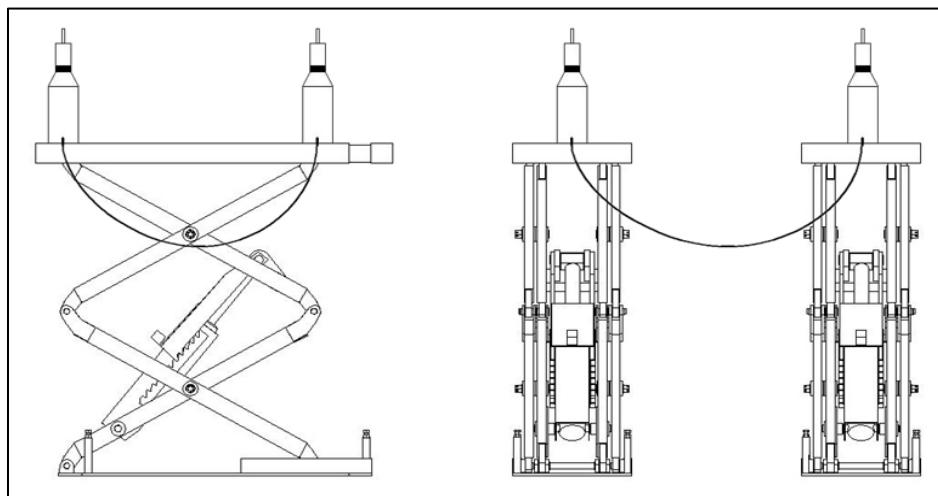

Рис. 20
- Если отклонения уровня вызваны неровностью основания на месте установки, используйте металлические пластины для подкладывания под низшую по высоте сторону для выравнивания уровня (рис. 20)